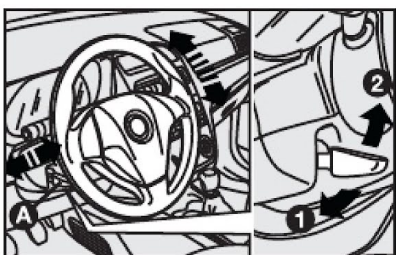

fig. 15
## VOLANTE - fig. 15
- 1) deslocar a alavanca **A** para a posição **1-fig. 15**;